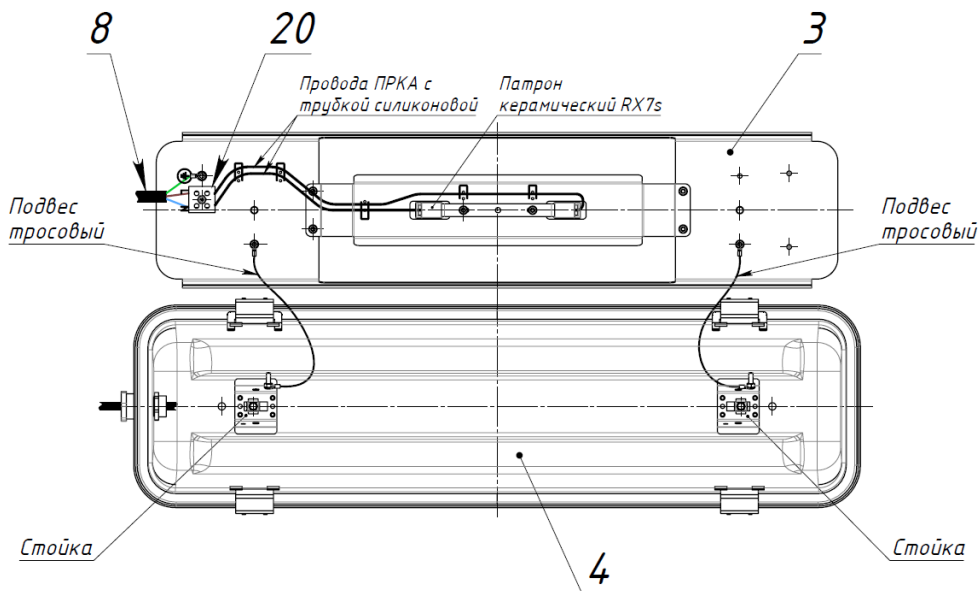

Рис. 11
Внимание! При установке панели монтажной (3) в корпус FOUNDRY 150H w/o driver box (4) не допускается попадания проводов ПРКА с трубкой силиконовой и подвесов тросовых между монтажной панелью (3) и стойками корпуса FOUNDRY 150H w/o driver box (4), см. рис. 11.